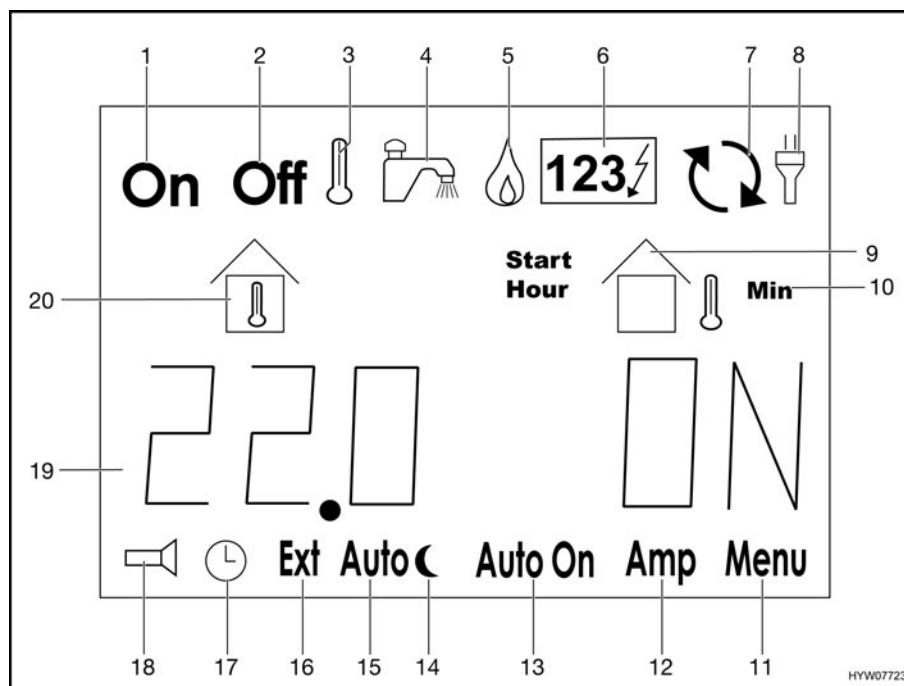

Fig. 153 Affichage ACL
Dans la ligne information (Fig. 153,19), sont indiqués sous forme de texte les informations de températures, de temps et d'états de fonctionnement, ainsi que les messages d'erreur.
- Appuyer sur la touche "▷" (Fig. 152,4) jusqu'à ce que le symbole "🔥" (Fig. 153,5) clignote.
- Appuyer sur la touche "▷" (Fig. 152,4) jusqu'à ce que le symbole "123V" (Fig. 153,6) clignote.
- Appuyer sur la touche "▷" (Fig. 152,4). Le symbole "Off" (Fig. 153,2) clignote.
- Appuyer sur la touche "+/On" (Fig. 152,3). Le symbole "On" (Fig. 153,1) clignote. Le chauffage se met en marche automatiquement.
- Appuyer sur la touche "▷" (Fig. 152,4). Le symbole "On" (Fig. 153,1) clignote.
- Appuyer sur la touche "-/Off" (Fig. 152,5). Le symbole "Off" (Fig. 153,2) clignote. Le chauffage s'éteint.
- Appuyer sur la touche "▷" (Fig. 152,4) jusqu'à ce que le symbole "Menu" (Fig. 153,11) clignote.
- Quand "OF" est affiché dans la ligne information (Fig. 153,19), appuyer sur la touche "▷" jusqu'à ce que "PU" soit affiché.